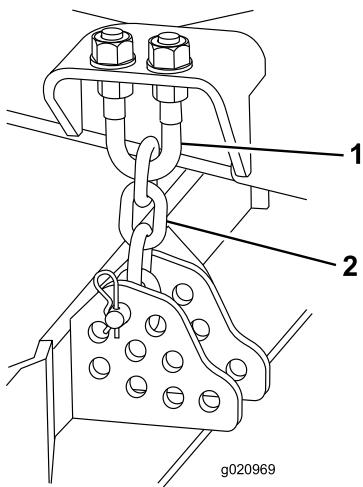

図 122
1. 刈高チェーンのリボルトの上側または下側についているジャムナットをゆるめる図 122。